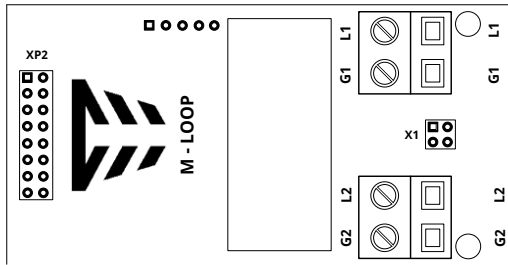

Рисунок 1 – Зовнішній вигляд модуля
Модуль призначений для збільшення адресних інтерфейсів СПСА та встановлюється на плату AM-Multi+ (пристрій вводу-виводу, що працює в СПСА на базі ППКП «Tiras PRIME А»). Зовнішній вигляд модулю наведено на рис.1.
3.1 Перелік входів, виходів та їх функцій наведений в табл. 1. Розташування клем модуля показано на рис.1.